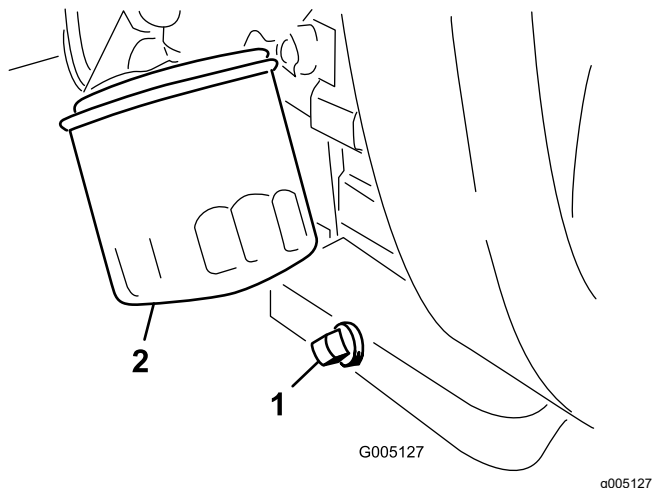

図 42
1. ドレンプラグ 図 42 を外してオイルを容器に受ける。
2. ドレンプラグのねじ山をきれいにして PTFE シーラントを巻き付ける 図 42。
3. オイルフィルタ 図 42 を外す。